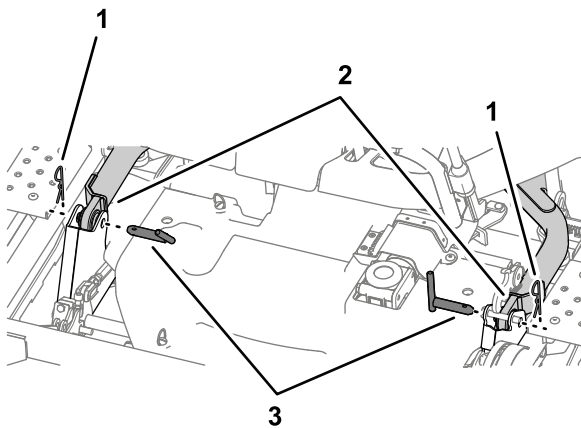

Figura 115
10. Rimuovete le 2 coppiglie ad anello e i 2 perni con testa che fissano i bracci di sollevamento su ciascun lato del piatto di taglio (Figura 115).
6. Montate la coppiglia ad anello e il perno con testa per fissare i bracci di sollevamento su ciascun lato, fate riferimento alla Figura 115 in Rimozione del piatto di taglio \(pagina 77\).